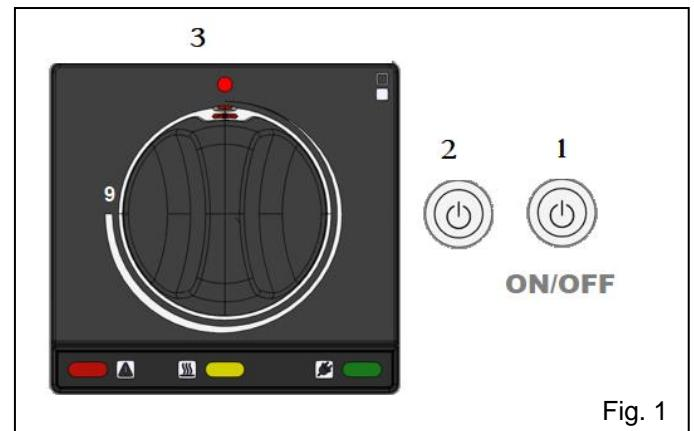

Fig. 1
3.1 Allumage (fig.1)
3.2 Extinction (fig.1)
- Reporter la poignée (3) sur la position "O"
- Éteignez l'interrupteur (2).
- Éteignez l'interrupteur ON/OFF (1).